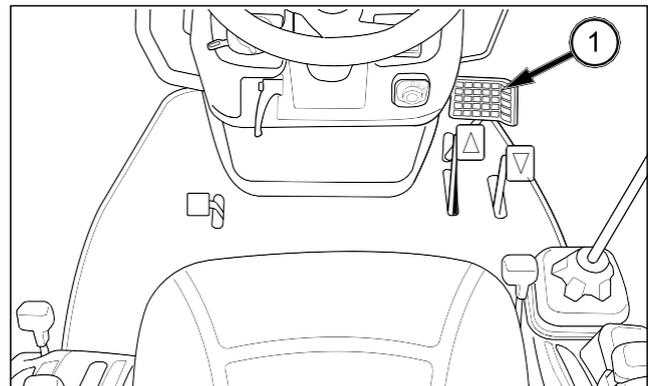

FIG. 3-10
FIG. 3-10 y 3-11: El pedal del freno (1) controla al mismo tiempo los frenos de las ruedas derechas e izquierdas.